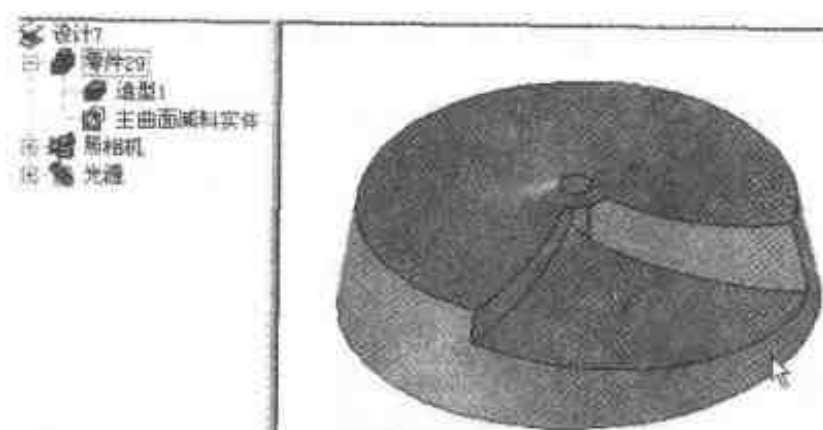

图 2.132 生成叶轮的一个叶面
(4) 按住 Shift 键，先选择基础体，再选择减料实体。选择【设计工具】|【布尔运算】命令，结果在基础体上生成了一个具有曲面表面的叶轮形状，如图 2.132 所示。